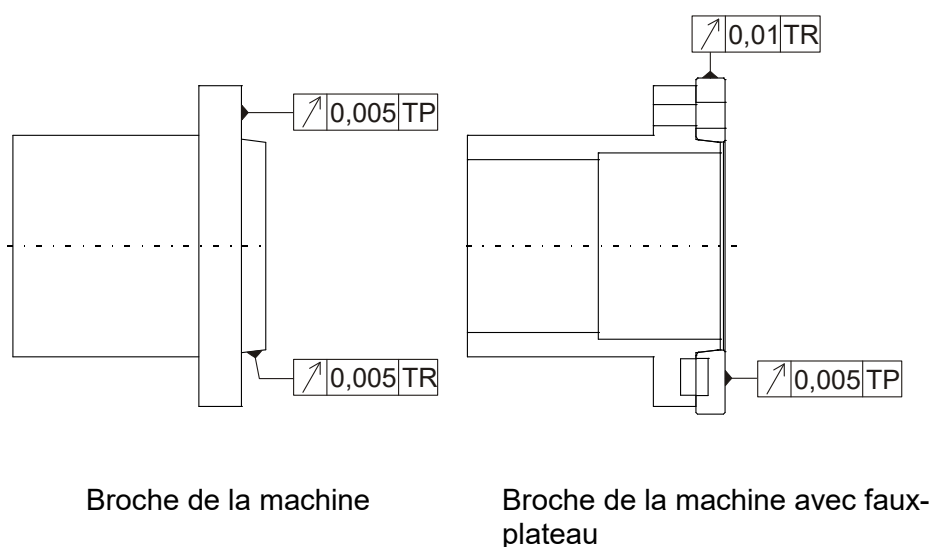

Fig. 3-2 : Contrôle de la concentricité et de la planéité
- Étape 2** Amenez le tube de liaison (2) en position antérieure et vissez l'adaptateur (3) sur le tube de liaison après avoir enduit le filetage de pâte au cuivre pour prévenir la rouille/un grippage.
- Étape 3** Fixez le faux-plateau (4) sur la broche (si le mandrin n'est pas vissé directement sur la broche) et contrôlez la concentricité et la planéité conformément à la fig. 3-2.
- Étape 4** Retirez la douille d'étanchéité (1) du mandrin de serrage pour que vous puissiez dévisser l'écrou à gorges (5) par la suite (voir étape 7).